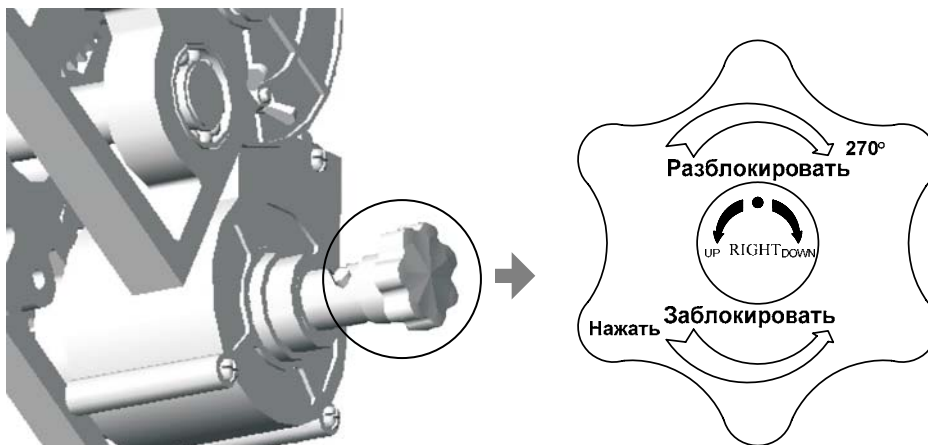

Рис. 4. Ручная разблокировка шлагбаума
Для разблокировки шлагбаума используется рукоятка (Рис. 4). Для выполнения разблокировки необходимо повернуть рукоятку по часовой стрелке до упора (~270°), после чего возможно открытие (UP) и закрытие (DOWN) стрелы руками. Чтобы вернуть привод в заблокированное состояние необходимо нажать и повернуть рукоятку против часовой стрелки до упора, после чего открытие и закрытие осуществляется шлагбаумом.